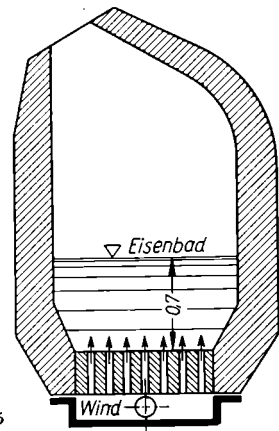

Bild 205
21. Bei einer Bessemer-Birne wird der Wind durch die im Boden der Birne befindlichen Düsenlöcher von unten nach oben in das flüssige Eisen geblasen (Bild 205). Wie groß muß der Winddruck mindestens sein, damit das Eisen nicht in die Löcher eindringt, bei 0,7 m Höhe des Eisenbades und einer Dichte 7,85 kg/dm³?